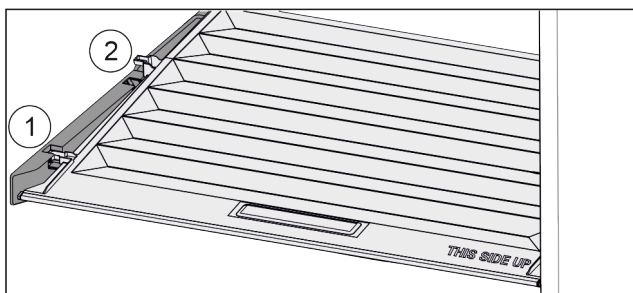

Fig. 115
- ▶ Dra locket framåt Fig. 115 (1) till öppningen i fästdelarna.
- ▶ Lyft det baktill underifrån och ta ut Fig. 115 (2) det uppåt.